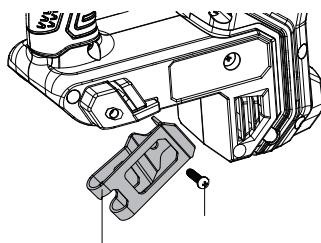

Fig.1
El clip para cinturón (1) está pensado para colgar temporalmente la herramienta. Puede instalarse a ambos lados de la herramienta para mayor comodidad del usuario. Fije el clip para cinturón (1) a la herramienta utilizando el tornillo incluido (2)(Fig.1).